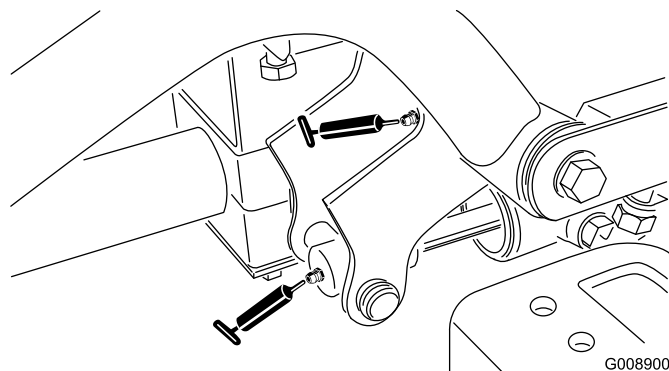

Figura 34
- Pivote y cilindro de elevación del brazo de elevación delantero derecho (2) (Figura 34)